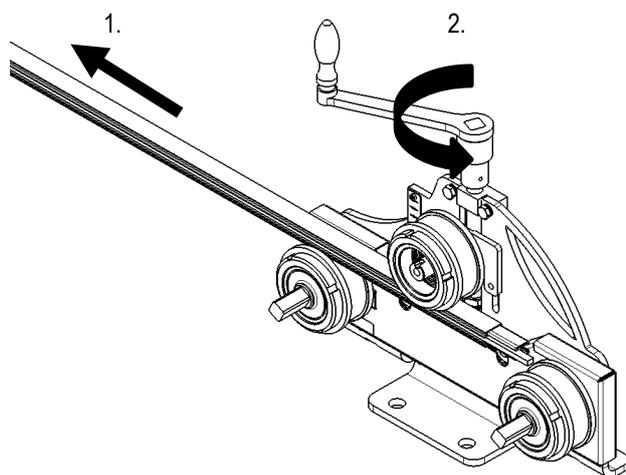

Abb. 15: 1. Schiene herausziehen / 2. Zustellen
- Die Schleifleitung herausziehen, ca. 1 bis 2 Umdrehungen zustellen und die obere Rolle mit Kreuzgriffschraube auf der Rückseite der Biegevorrichtung fixieren (siehe Abb. 15).